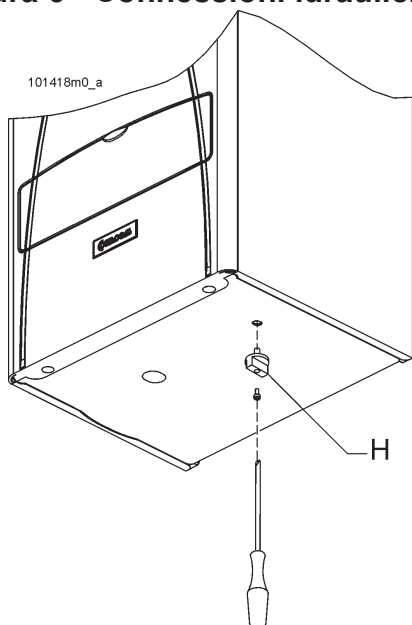

Figura 7 - Montaggio manopola rubinetto di carico
Al momento dell'installazione occorre montare la manopola di comando (H) del rubinetto di carico impianto vedi figura 7.